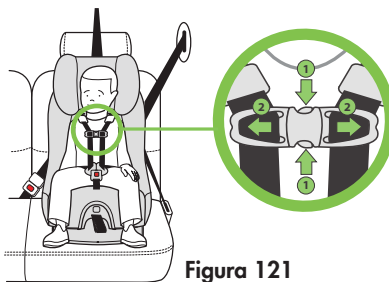

Figura 121
Apriete las lengüetas del broche del pecho para abrirlo (1) y separe las dos piezas del mismo (2), como se muestra en la **figura 121**.